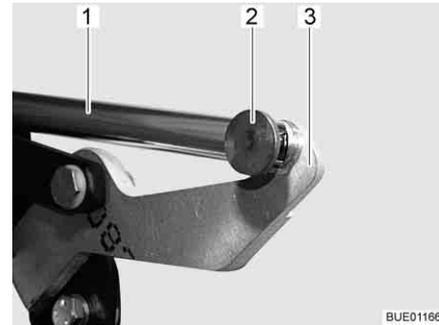

Fig. 118 Accionamiento
- Desmontar la unión (p. ej. perno y pasador elástico) (Fig. 118,2) entre la biela (Fig. 118,1) y la palanca (Fig. 118,3).